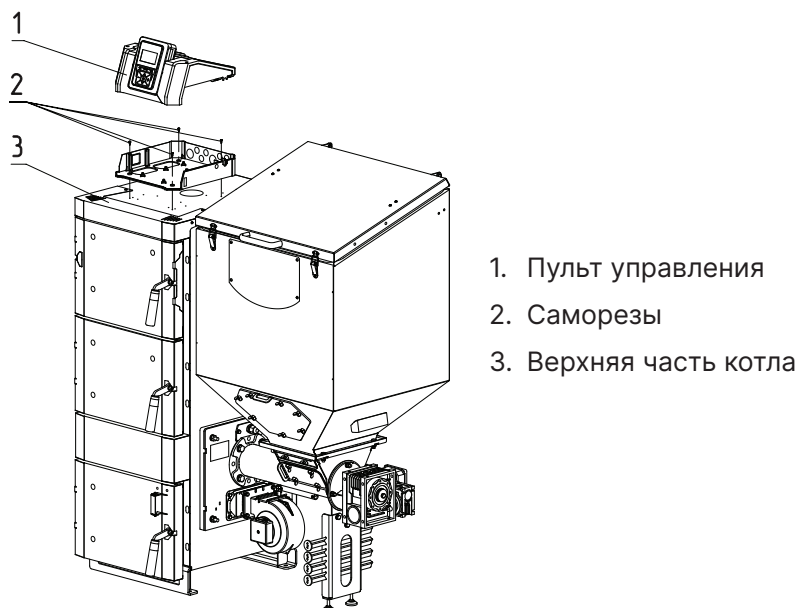

Рис.9 Монтаж пульта управления
1. Извлеките из комплекта поставки пульт управления (**Рис.9, поз.1**) и крепёжные элементы;
2. Зафиксируйте пульт управления (**Рис.9, поз.1**) на верхней части (**Рис.9, поз.3**) котла саморезами (**Рис.9, поз.2**);